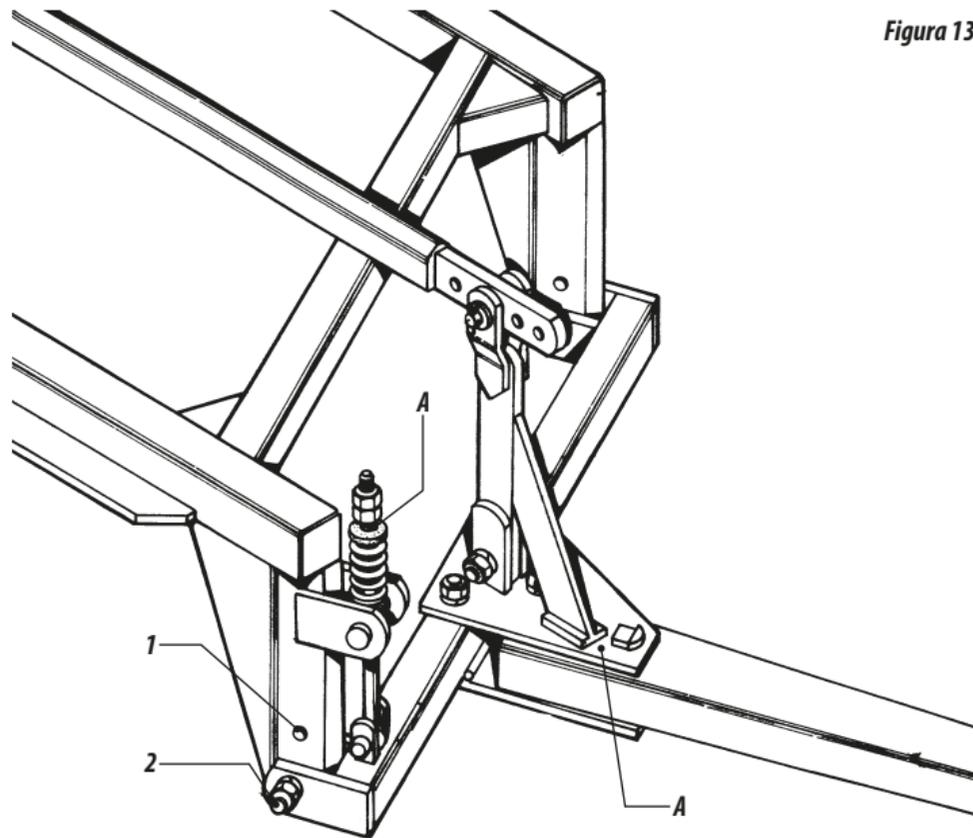

Figura 13
- 07- Dejar una holgura de 10 - 20 mm entre la tuerca y el apoyo del resorte de la varilla estabilizadora; observar también una holgura de 10 - 20 mm entre el soporte de la barra estabilizadora y el apoyo de la chapa superior de la barra de tiro conforme indicado en la letra "A" de la pagina 17 figura 13.